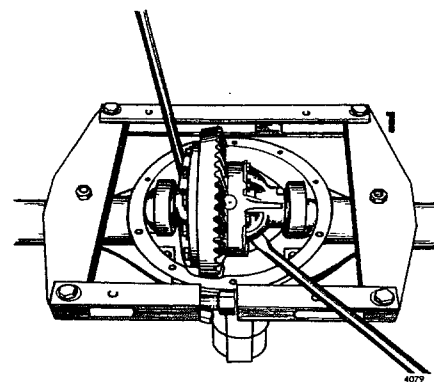

Fig 11-11. Demontering av differential
6. Ta upp differentialen med hjälp av två bräckjärn, se fig 11-11. Se till att inte bräckjärnen skadar drivaxelhuset.